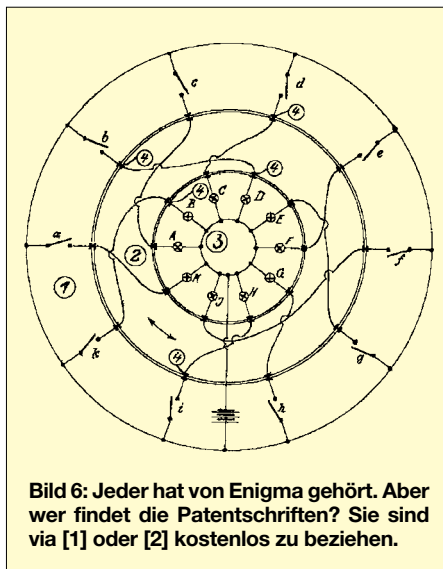

Bild 6: Jeder hat von Enigma gehört. Aber wer findet die Patentschriften? Sie sind via [1] oder [2] kostenlos zu beziehen.
Bild 6: Ionogramm des Observatoriums Juliusruh/Rügen während eines Magnetsturms am 18. Juni 2003, der die F-Region in Höhen über 200 km nahezu völlig zerstörte. Ursache war das Eintreffen solarer Teilchen (CME) aus dem X-Flare vom 15. Juni im Zusammenspiel mit dem einsetzenden Wind aus einem koronalen Loch. Foto: Observatorium Juliusruh/Rügen
Das Tagesmaximum stieg in Juliusruh kurz nach Sonnenaufgang auf etwa 6 MHz und blieb bis 23 Uhr Ortszeit (LT) auf diesem Wert, der normalerweise bei etwa 7 MHz liegt (Bild 6). Das heißt, dass wir auf die Bänder 10 m und 12 m fast gänzlich verzichten müssen.
Die Enigma ist ein einfach zu verstehendes, elektromechanisches Gerät (Bild 6), bei dem eine Scheibe (1) die Tastatur darstellt. Eine weitere Scheibe (3) steht für ein Ausgabemedium (Lampen, Tastenanschläge oder Tastung eines Zeichensenders), wobei die dazwischenliegende Scheibe (2) gedreht werden kann und so eine Zuordnungsänderung zwischen Tastendruck und Ausgabe bewirkt. Dadurch wird eine einfache Verschlüsselung erzielt.